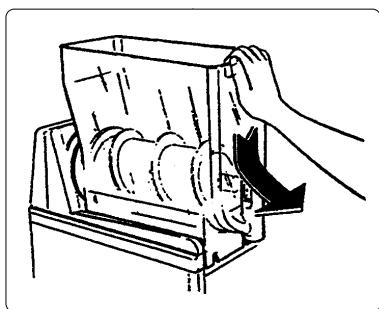

Fig. 11
b) Tirar del depósito hacia el exterior, como se muestra en la figura, para poderlo retirar totalmente (ver fig. 11). Lavar cuidadosamente el depósito evitando el uso de detergentes o polvos abrasivos que puedan dañar los acabados.